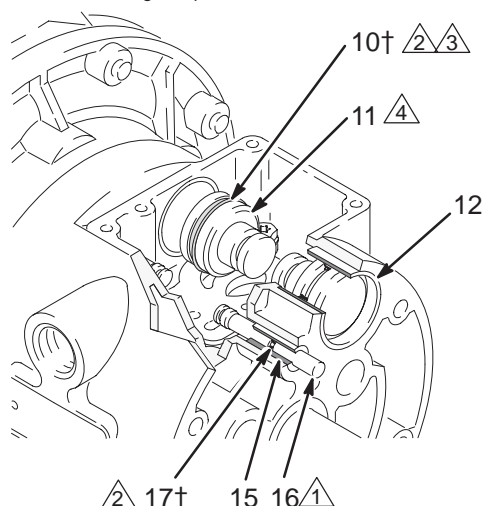

Fig. 9
4. Retirer les deux pistons actionneurs (11) des paliers (12). Retirer les garnitures en forme de U (10) des pistons. Retirer les tiges d'inversion (16) des paliers (15). Retirer les joints toriques (17) des tiges d'inversion. Voir Fig. 9.
6. Inspecter les paliers (12, 15) en place. Voir Fig. 9. Les paliers sont coniques et, s'ils sont endommagés, ils doivent être sortis de l'extérieur, ce qui nécessite le démontage de la partie recevant le produit. Voir page 22.
4. Placer un joint torique (17†) sur chaque tige d'inversion (16). Graisser les tiges et les joints toriques. Introduire les tiges dans les paliers (15), l'extrémité **fine** en premier. Voir Fig. 9.
5. Placer un joint en U (10†) sur chaque piston actionneur (11), de sorte que les lèvres des joints se trouvent face à l'extrémité **fine** des pistons. Voir Fig. 9.
6. Lubrifier les joints en U (10†) et les pistons actionneurs (11). Introduire ces pistons dans les paliers (12), l'extrémité **large** en premier. Laisser l'extrémité fine des pistons à nu. Voir Fig. 9.